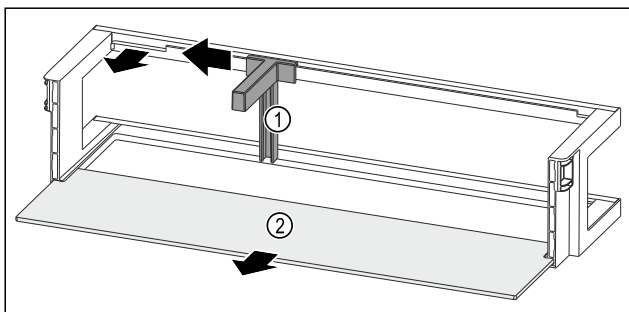

Fig. 82 Deurrek met flessenhouder en draagplateau
- Flessenhouder Fig. 82 (1) tot aan de uitsparing opzij schuiven.
- Flessenhouder Fig. 82 (1) verwijderen.
- Draagplateau Fig. 82 (2) verwijderen.